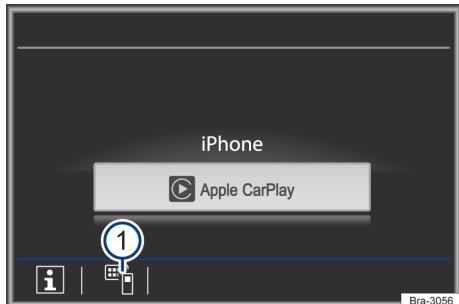

Fig. 115 Escolha do aparelho móvel.
- Tocar na superfície de função → Fig. 115 ① para desligar a conexão ativa.